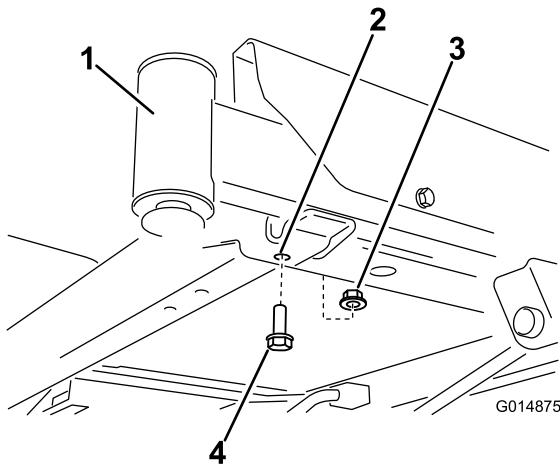
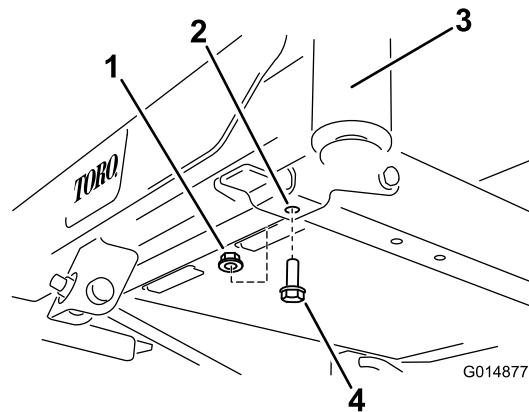

Figure 3
Figure 4
1. Localisez les boulons avant sur le dessous du bâti (Figure 3 et Figure 4). Retirez les deux boulons (3/8 x 1 pouce) et les deux contre-écrous (3/8 pouce). Conservez les contre-écrous.